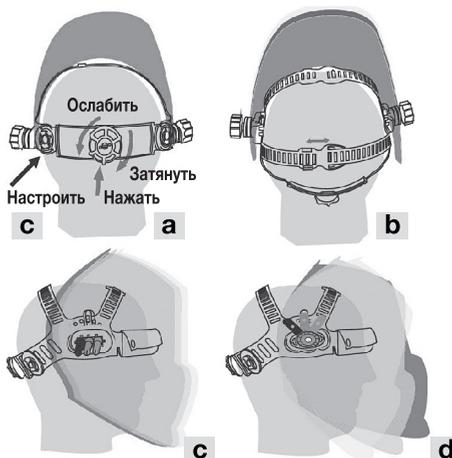

Рис. 1 Настройка удобства работы
Настройка удобства работы (см. рис. 1).
- Наденьте маску на голову. Нажмите регулируемую ручку вниз (в заднем положении головы), одновременно вращая ее против часовой стрелки, чтобы увеличить длину окружности обруча, или по часовой стрелке, чтобы уменьшить длину окружности головного обруча (см. рис. 1а).
- Настройте оптимальную глубину маски (см. рис. 1б).
- Настройте расстояние между маской и лицом (см. рис. 1с).
- Настройте положение ограничения угла на маске (см. рис. 1д).
- Настройте угол обзора (см. рис. 1а).